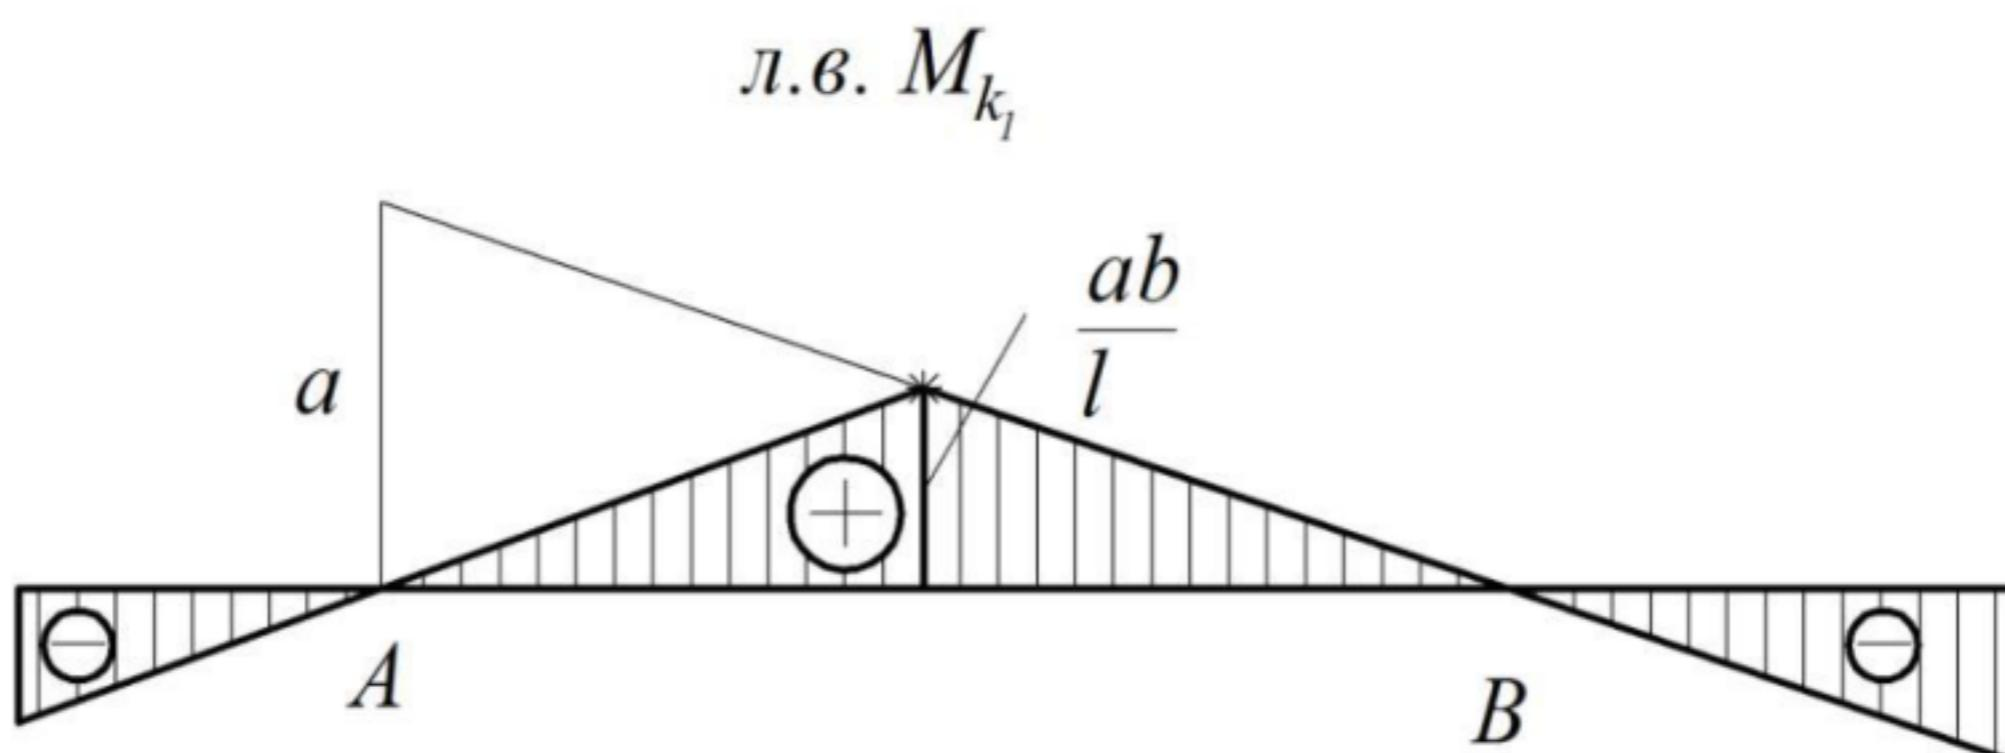

Рисунок 0.10
Действителен: с 20.08.2021 по 20.08.2022 в пролете балки (рис.0.10).
Таким образом, ординаты правой ветви равны увеличенным в a раз ординатам линии влияния опорной реакции V_A , а ординаты левой ветви – ординатам л.в. V_B , увеличенным в b раз. Левая и правая ветви пересекаются над сечением k_1 (рис. 0.10).
3. На полученную прямую сносят сечение. На рис. 0.10 эта точка показана звездочкой.